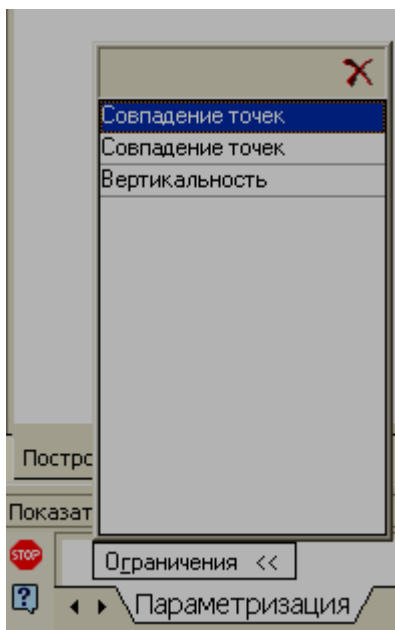
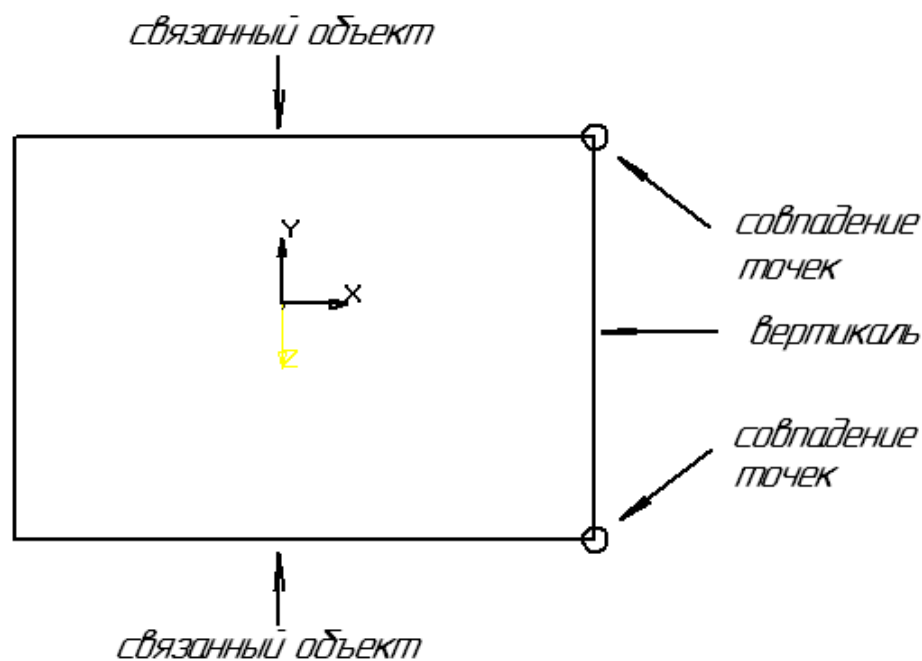

Рис.5.6
Рис. 5.7
**параметров объектов** появится окно, в котором в виде списка представлены все связи и ограничения (рис. 5.6).
горизонтальным отрезком, подсвеченным красным цветом, связью **Совпадение точек** (текущая строка рис. 5.6) в точке, выделенной на рис. 5.7.
Если мы сделаем текущей вторую строку, то красным будет подсвечена нижняя сторона прямоугольника, которая связана с вертикальным отрезком в указанной на рис. 5.7 точке.